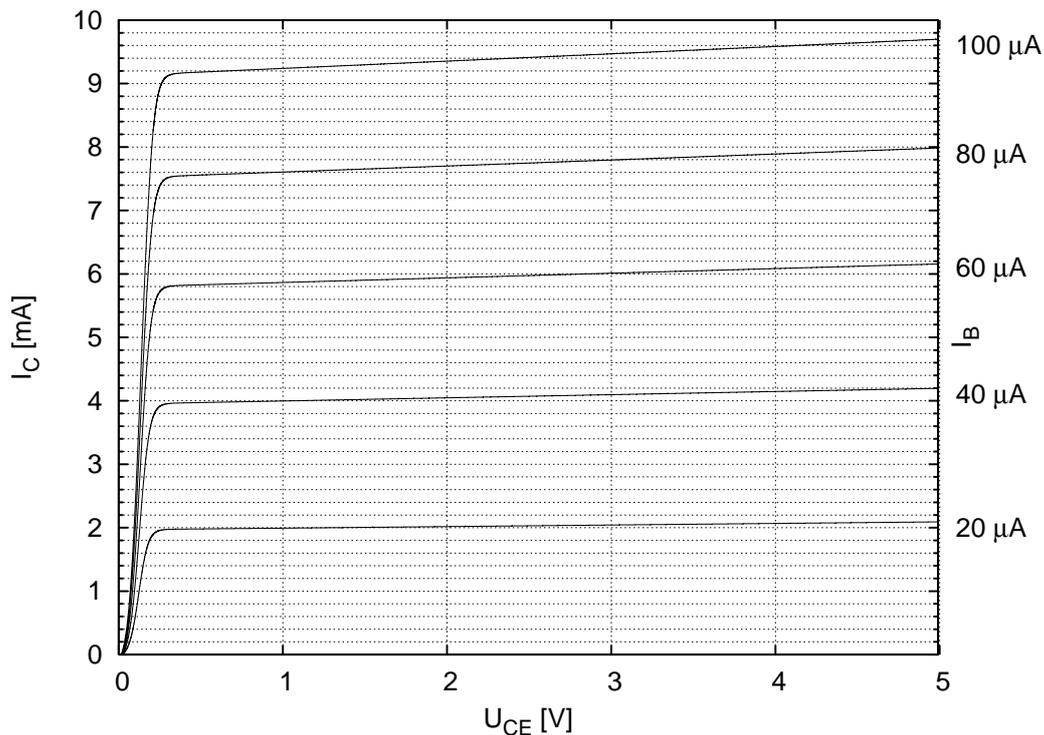

Abb. 3.2: Ausgangs-Kennlinienfeld des npn-Transistors
- 3.2 a) Zeichnen Sie die Arbeitsgerade für $R_L = 1 \text{ k}\Omega$ in das Ausgangskennlinienfeld (s. Abb. 3.2) ein und bestimmen Sie den Arbeitspunkt (U_{CE} , I_C) für einen Basisstrom von $I_B = 40 \text{ }\mu\text{A}$.